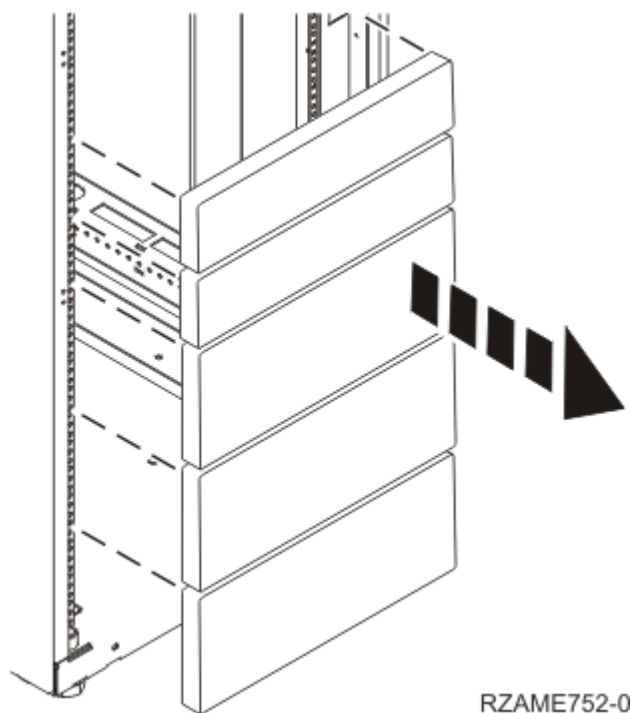

Figura 1. Înlăturarea panourilor de umplură
3. Dacă este necesar, înlăturați panourile false, pentru a permite accesul în interiorul incintei dulapului, acolo unde intenționați să amplasați unitatea, după cum se arată în Figura 1 la pagina 3.